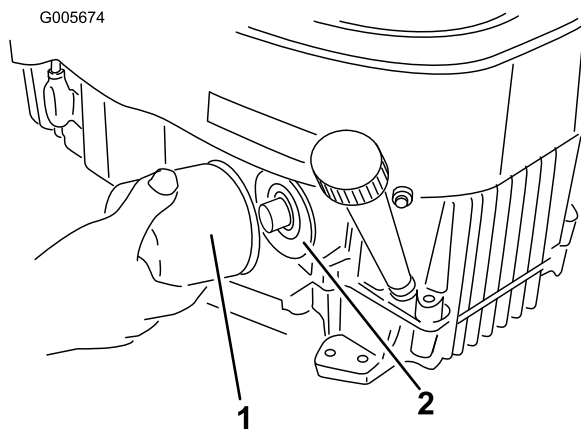

Figura 37
2. Retire o filtro antigo (Figura 37).
4. Coloque o filtro de substituição no adaptador. Rode o filtro de óleo no sentido dos ponteiros do relógio até que a junta de borracha toque no adaptador do filtro e, em seguida, aperte o filtro mais 3/4 volta (Figura 37).